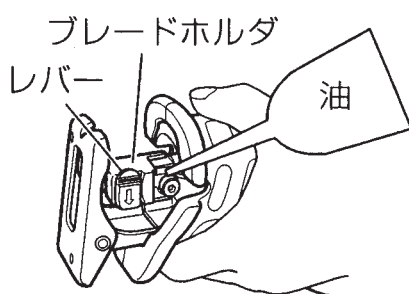

図 11
- (1) のこ刃取付け部がいつも円滑に動くように、ご使用後は切粉・土・砂・水分などをエアーで吹き飛ばすか、ブラシなどで清掃してください。
- (2) 図 11 のように、ブレードホルダ周辺部に切削油などを定期的に注油してください。
注 ・作業終了後、のこ刃取付け部(図11参照)に切粉・土・砂・水分などを付着したままにしておくとブランジャ部がさびついて機体内部の故障の原因になるので、必ず清掃して保管してください。